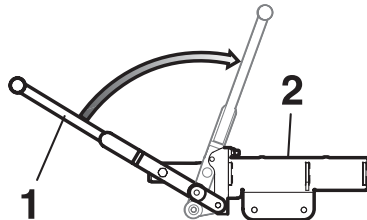

Abb. 23
- Handhebel (1) am Handgeber (2) wieder **langsam** nach innen schieben. Die Anhängerkupplung bleibt offen und ist für den Kupplervorgang bereit. (Abb. 23)